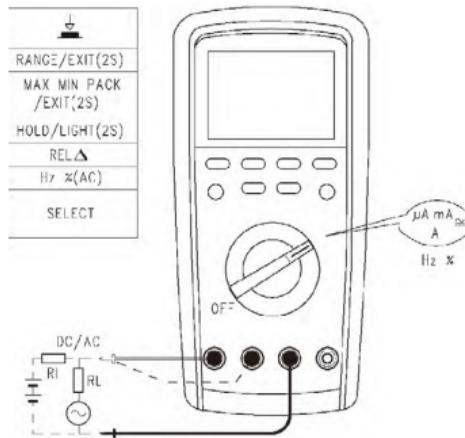

Figura 10
8. Medición de corriente CA y CC[Figura 10]